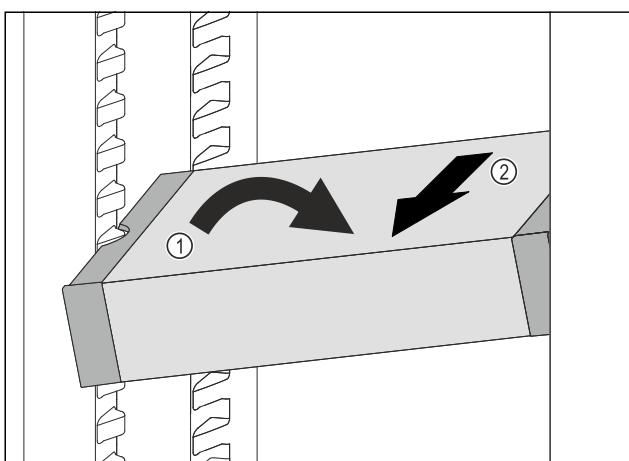

Fig. 93
- Predal VarioSafe postavite v hladilniku postrani. Fig. 93 (1)
- Predal VarioSafe izvlecite v smeri naprej. Fig. 93 (2)